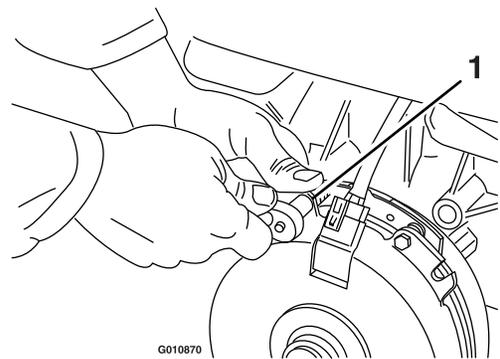

Figure 68
- A. Desserrez les boulons de fixation du frein d'un demi-tour à un tour complet, comme montré à la Figure 68.